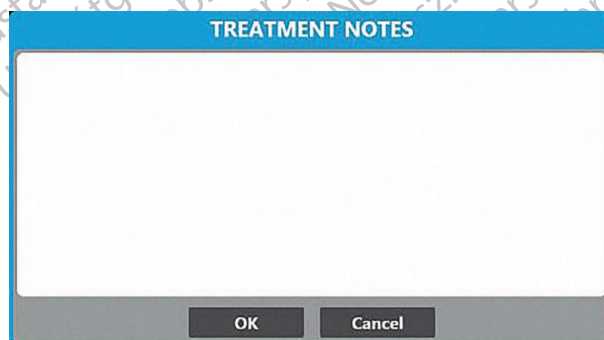

Figura 17. Finestra **TREATMENT NOTES** (Note sul trattamento)
- Premere il pulsante **TREATMENT NOTES** (Note sul trattamento) nella schermata Therapy (Terapia) per aggiungere osservazioni e altre informazioni pertinenti al file di trattamento (Figura 17).